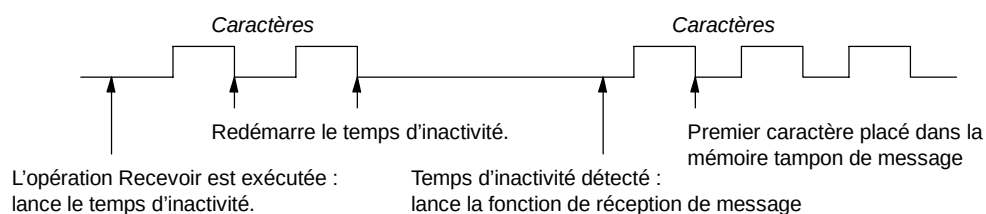

Figure 6-11 Utilisation de la détection du temps d'inactivité pour démarrer l'opération Recevoir
1. **Détection de ligne inactive** : La condition de ligne inactive est définie comme un temps de repos ou d'inactivité sur la ligne de transmission. Une réception commence lorsque la ligne de communication a été au repos ou inactive pendant le nombre de millisecondes indiqué dans le mot SMW90 ou SMW190. Lorsque l'opération Recevoir dans votre programme est exécutée, la fonction de réception de message déclenche une recherche de ligne inactive. Si des caractères quelconques sont reçus avant l'expiration du délai de ligne inactive, la fonction de réception de message n'en tient pas compte et relance la temporisation de ligne inactive avec le temps indiqué dans le SMW90 ou le SMW190 (voir figure 6-11). Une fois le délai de ligne inactive expiré, la fonction de réception de message stocke tous les caractères ultérieurs reçus dans la mémoire tampon de message.